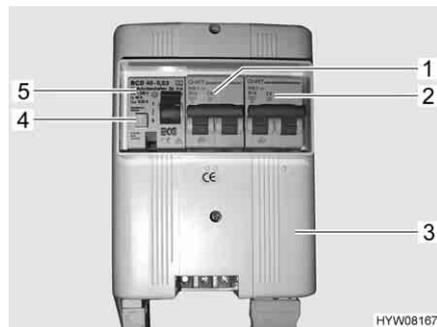

Fig. 66 Scatola dei fusibili a 230 V con interruttore di sicurezza e interruttore automatico FI
Un interruttore di sicurezza per correnti di guasto (interruttore automatico FI) (Fig. 66,5) nella scatola dei fusibili (Fig. 66,3) protegge l'intero veicolo da correnti di guasto (0,03 A).
L'interruttore di sicurezza collegato in serie (10 A) (Fig. 66,1) protegge le prese da 230 V, l'apparecchio per l'alimentazione elettrica, il caricabatteria supplementare e il frigorifero.
Per veicoli con accessori opzionali, p. es. l'impianto di climatizzazione, un ulteriore interruttore di sicurezza (16 A) (Fig. 66,2) protegge l'apparecchio.
- Se il veicolo è collegato all'alimentazione a 230 V, premere il tasto di controllo (Fig. 66,4). L'interruttore di sicurezza per correnti di guasto (FI) deve scattare.